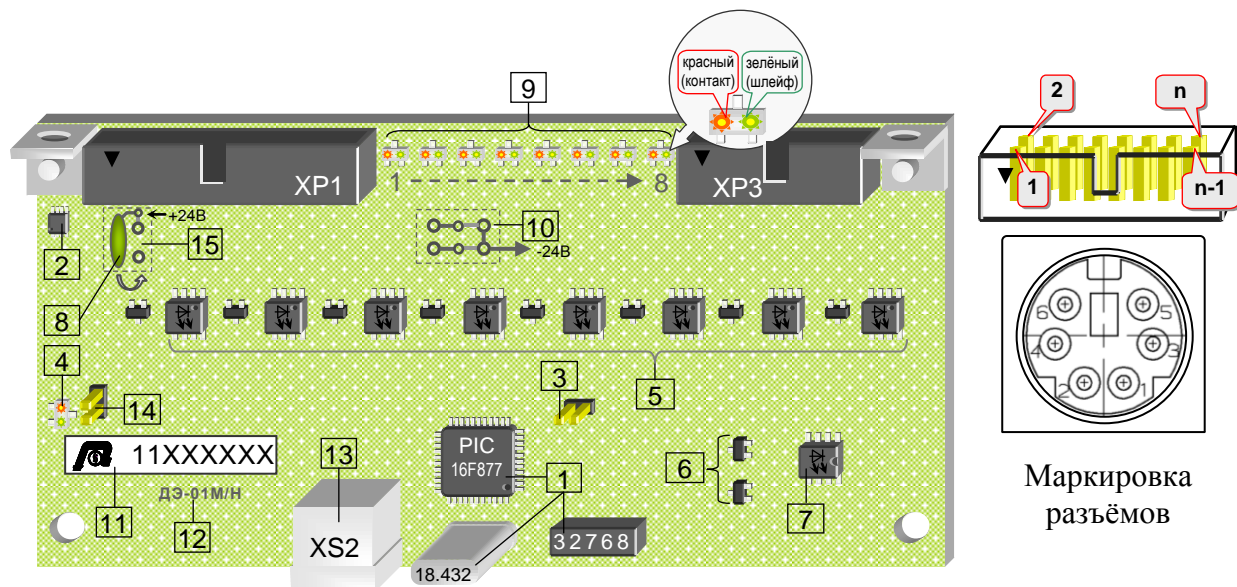

Рис. 2.
1.5.1 В левом нижнем углу платы нанесено название модуля, вытравленное из медной фольги вместе с проводниками (позиция 12 на рис. 2)..
2.2.3 При выпуске из производства питание каналов ТС модуля ДЭ-01Н подключено к обоим каналам питания 24В. Для подключения питания каналов ТС к одному из каналов питания +24В необходимо удалить перемычку, выполненную печатным проводником между каналом питания +24В/1 и +24В/2. Перемычка удаляется методом сверления переходного отверстия над контактным полем поз. 14 на рис. 2, сверлом диаметром 1,2 – 1,5мм или методом удаления части печатного проводника с помощью скальпеля. Самовосстанавливающийся предохранитель 0,5А устанавливается в левое положение (позиция 8 на рис. 2) при подключении к каналу +24В/1 или в правое положение при подключении к каналу +24В/2. Контактное поле позиция 10 на рис. 2 состоит из горизонтальных групп металлизированных отверстий (далее контактов). Верхняя группа контактов соединена с цепью -24В/2, а нижняя группа с цепью -24В/1. Средняя группа контактов состоит из переходных отверстий. Для подключения модуля ДЭ-01Н только к одному каналу питания (-24В) необходимо разомкнуть перемычку, выполненную печатным проводником между левым и правым контактом соответствующей группы. Перемычка удаляется методом сверления переходного отверстия в группе сверлом диаметром 1,2 – 1,5мм или с помощью скальпеля. После удаления перемычки модуль защитить лаком ФЛ-582 ТУ-10-1236-77 или аналогичным.
2.3.2.2 Печатная плата модуля ДЭ-01Н устанавливается в несущую конструкцию функционального блока типа ET240 разъемами вверх (рис. 2) и крепится к ней двумя винтами. Крышка блока ET240 имеет уплотнения и должна быть плотно закрыта в рабочем положении для защиты модулей от пыли и влаги. Как правило, расстояние между модулем ДЭ-01Н и другими модулями составляет 20 мм (расстояние между ближайшими отверстиями в крепёжной корзине – 10 мм). К разъёму ХР1 (26 контактов) модуля ДЭ-01Н подключается общая шина устройств из состава комплекса «Магистраль-2» (кабель МК – 25 жил). Функциональное назначение и номера контактов разъёма ХР1, используемые модулем показаны на рисунке 3.
2.4.1 После подключения модуля ДЭ-01Н и включения питания синхронно с появлением временных меток кратковременно загораются двухцветные индикаторы (позиция – 2 на рис. 2). При отключенных цепях ТС двухцветные индикаторы не загораются (п. 1.4.2).